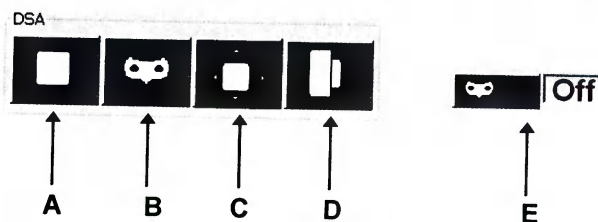

Рисунок 25
7.4.2.4.5 Зона «Функции DSA» (опция) – см. рисунок 25.